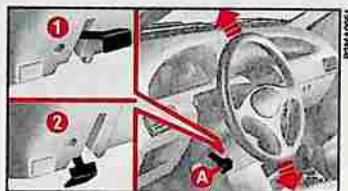

fig. 14
- 1) Déplacer le levier **A**-fig. 14 sur la position 1.